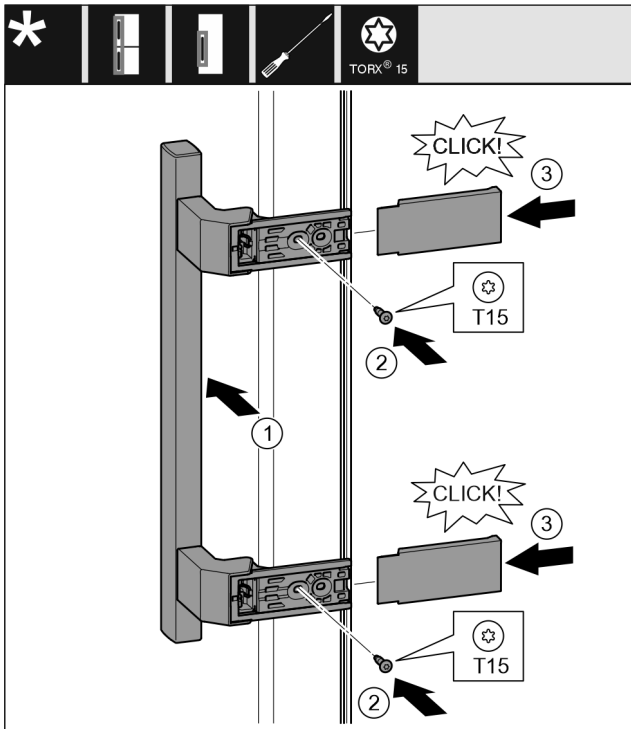

Fig. 19
- ▶ Поставете дръжката от другата страна. Fig. 19 (1)
- ▶ С отвертка T15 затегнете винтовете. Fig. 19 (2)
- ▶ Поставете отстрани капачите и ги нахлузете. Fig. 19 (3)